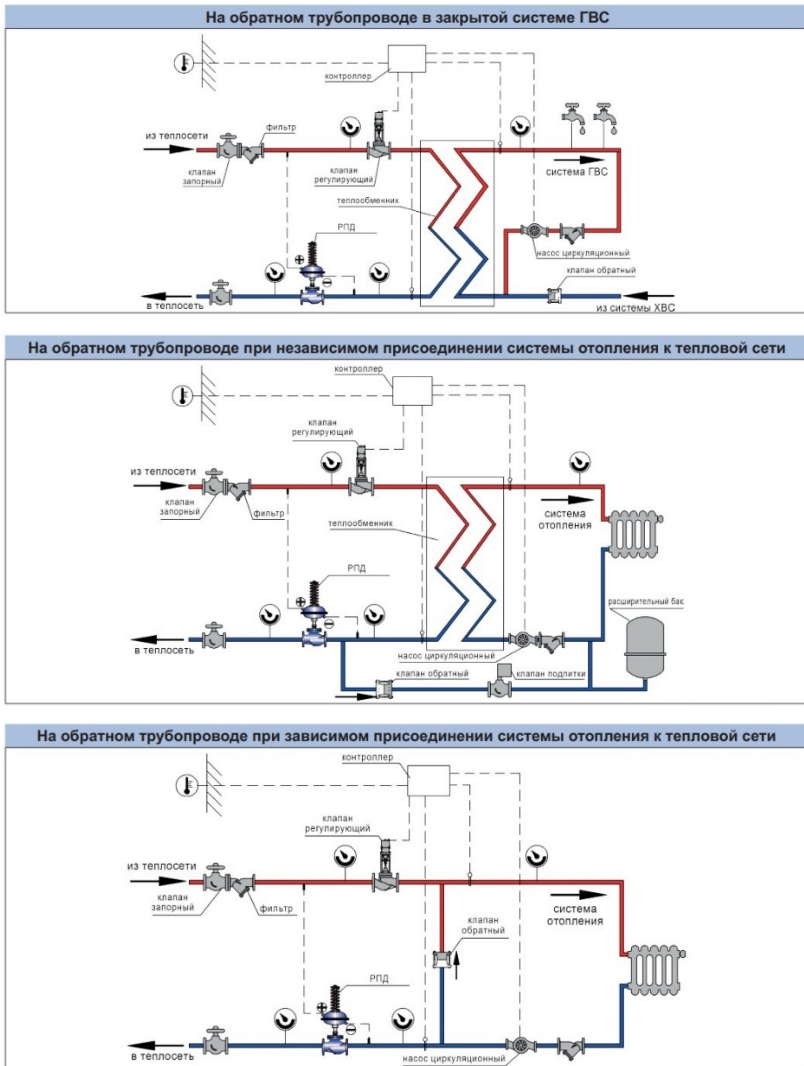

Рисунок 5 – Схемы подключения РПД
8.1. Установка РПД производится в соответствии с рекомендуемыми схемами подключения РПД (рис.3-3.1). Подключение мембранного привода к трубопроводу производится при помощи соединительных (импульсных) линий (медные трубки и проходники – таблица 2) в соответствии с рис.5.
8.3. Перед РГД установить сетчатый фильтр. В местах отбора импульсов необходимо предусмотреть запорные краны, позволяющие отключать давление от импульсных линий (рис.5).